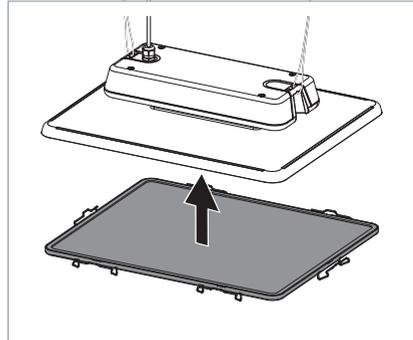

Fig. 13: Posicionamiento del cristal protector.
- Ponga el cristal protector desde abajo en la lámpara, véase Fig. 13.